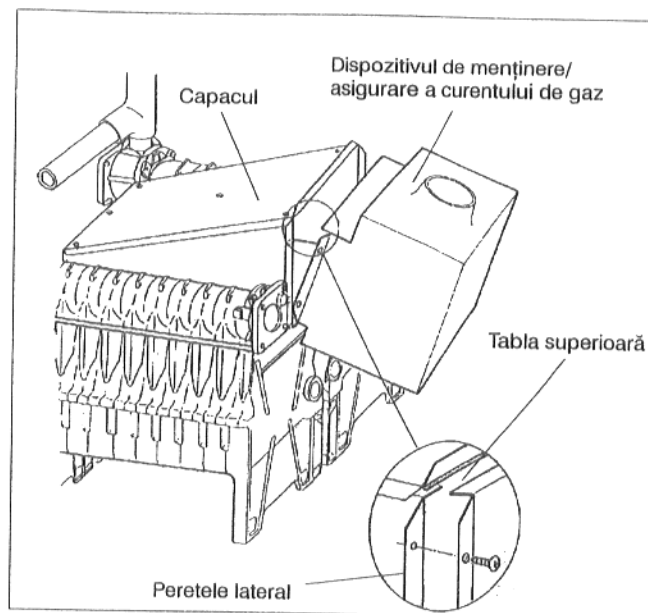

Fig. 19
- Dispozitivul de menținere a curgerii se va înșuruba cu cele 6 șuruburi scurte de tablă la pereții laterali ai colectorului gazelor de ardere. La montare se va ține cont ca tabla superioară a dispozitivului de menținere a curentului să se găsească între peretele despărțitor și pereții laterali respectiv capac (Fig. 19).